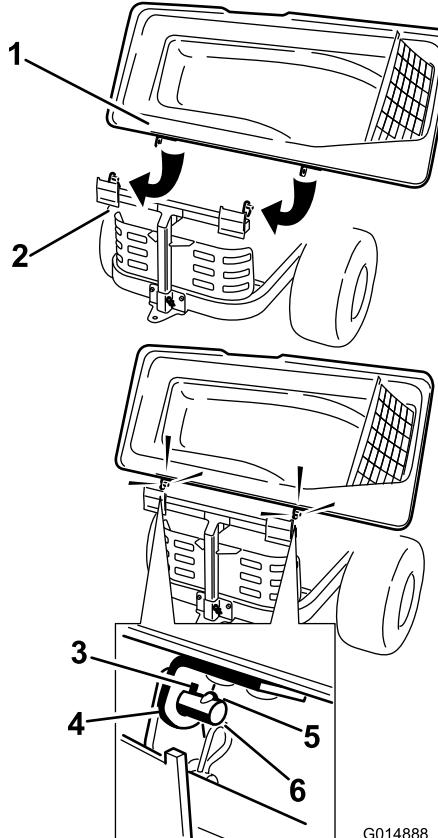

Figure 21
- Faites pivoter le couvercle pour aligner les trous de clavettes dans les supports supérieurs du collecteur sur les clavettes des montants du cadre (Figure 21).